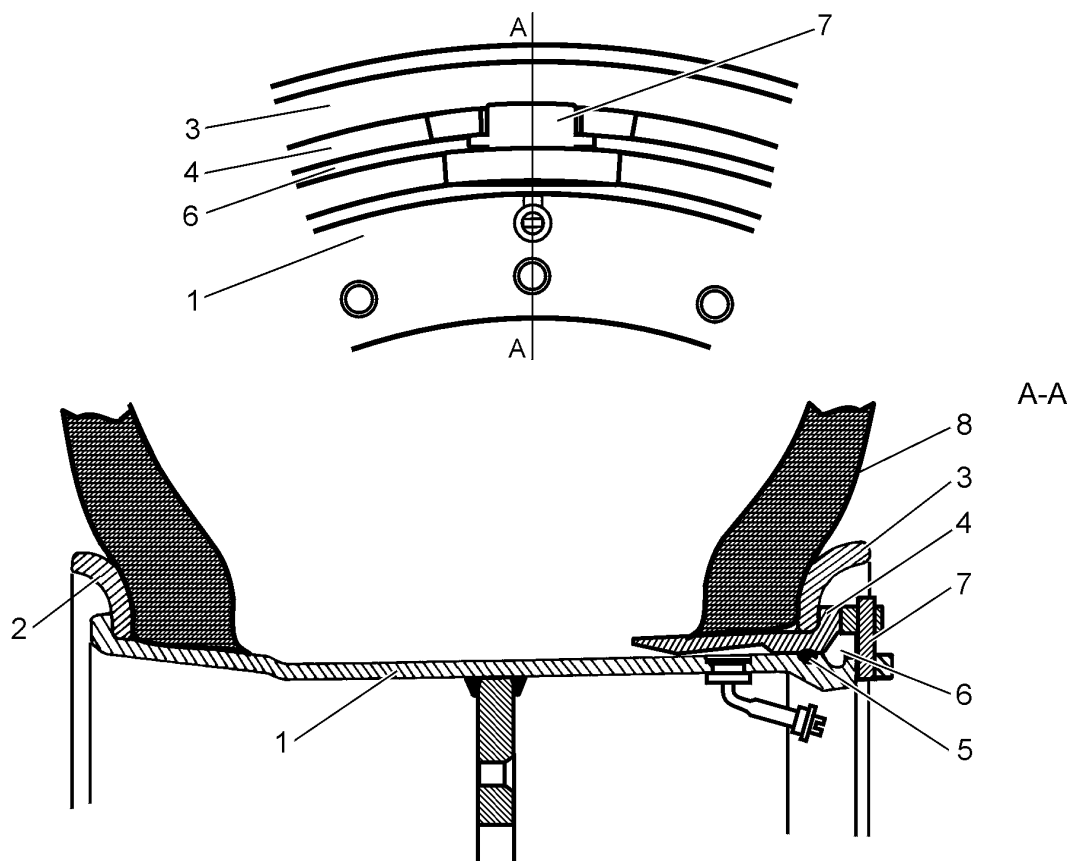

Рис. 15.3. Обод колеса в сборе (разрез)
2. Нажимая ручными рычагами на боковой фланец (3, Рис. 15.3.), сдвинуть кромку шины (8) вниз с выравнивающего кольца (4).
3. Вдавить вниз выравнивающее кольцо (4, Рис. 15.3.) и вынуть блокировочную пластину (7).
4. Сдвинуть выравнивающее кольцо (4, Рис. 15.3.) ниже резинового уплотнительного кольца (5). Вынуть резиновое уплотнительное кольцо из канавки обода.
5. Начиная с одного конца, следует, осторожно приподнимая, вынуть стопорное кольцо (6, Рис. 15.3.) из канавки обода (1) колеса.
6. Снять выравнивающее кольцо (4, Рис. 15.3.) с обода (1) колеса.
7. Перевернуть колесо другой стороной вверх и сдвинуть кромку шины с обода (1, Рис. 15.3.). Вынуть из шины обод колеса и снять с обода второй, внутренний боковой фланец (2).